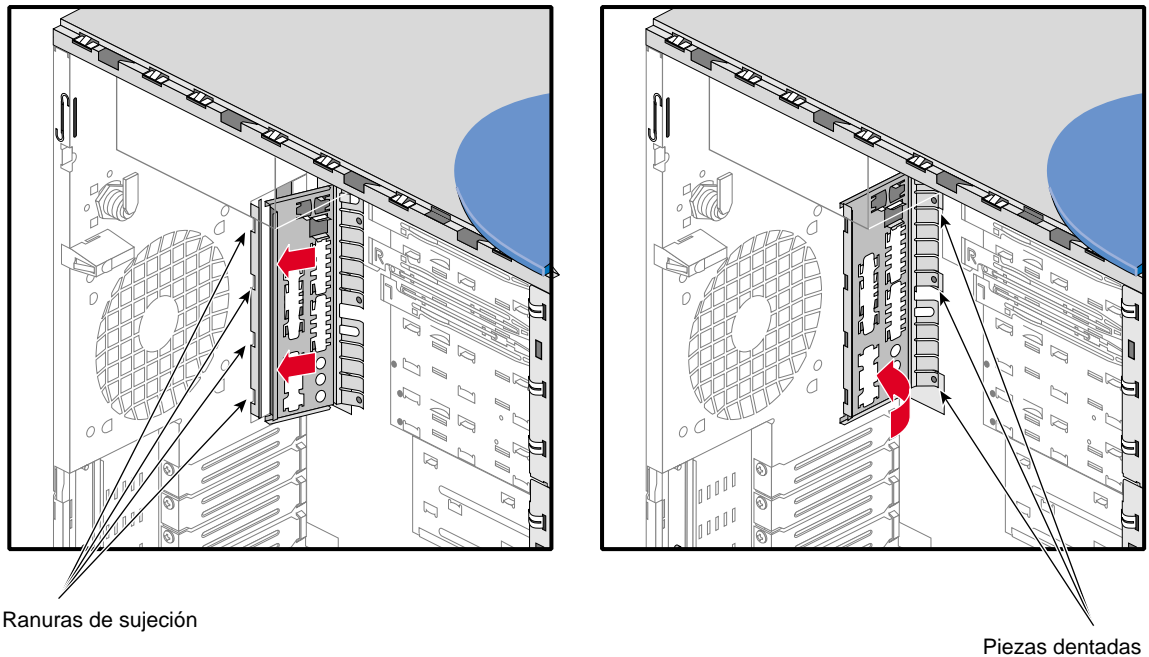

Figura 2-33 Instalación de la junta del panel de E/S
1. Localice las cuatro ranuras de sujeción en la abertura del panel de E/S del sistema. Consulte la posición de las ranuras en la Figura 2-33.
2. Introduzca las cuatro indentaciones de la junta de E/S en las ranuras correspondientes de la abertura del panel. En la Figura 2-33 se muestra este procedimiento.